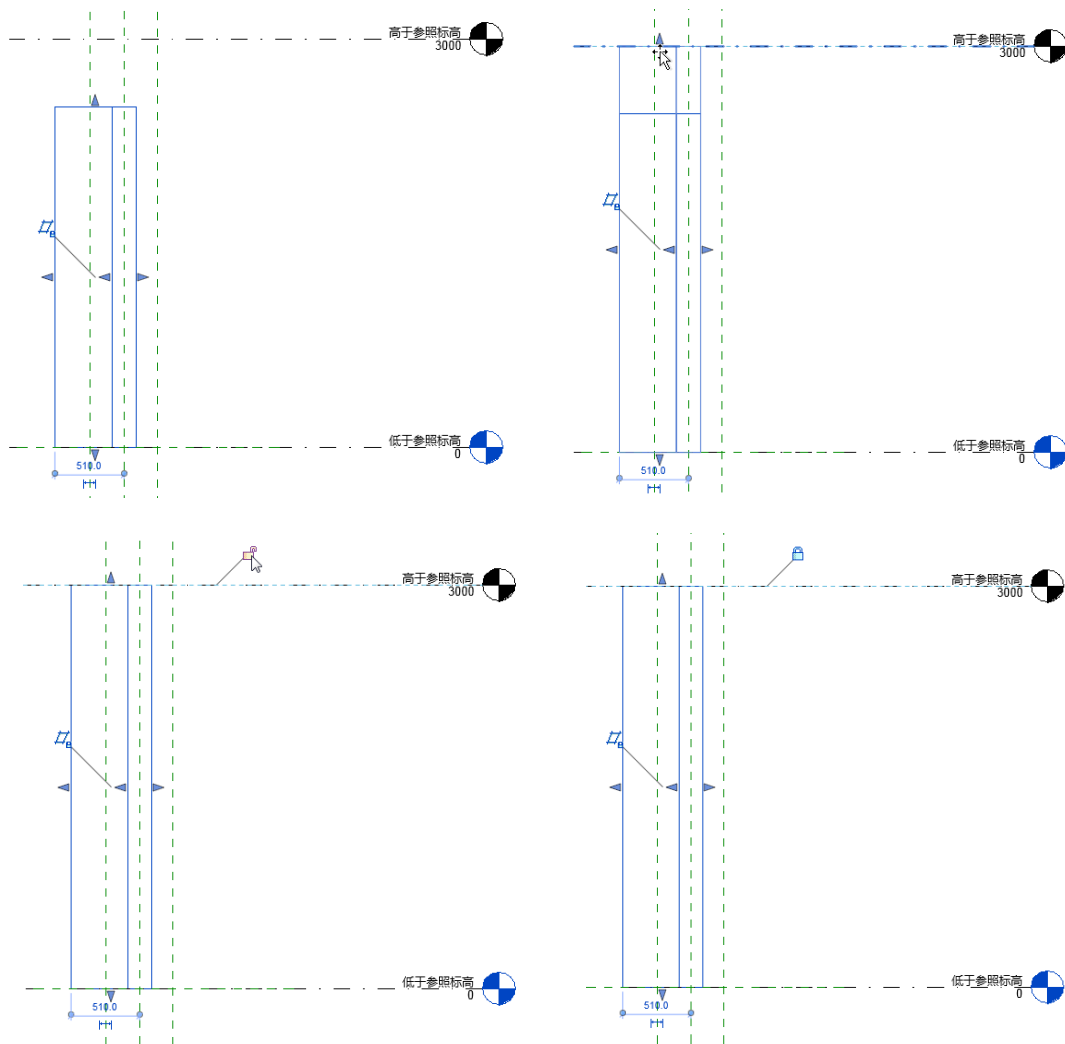

图 5-45 调整拉伸体的高度
(5) 选择拉伸体，并拖曳拉伸体的控制点，直到高于参照标高线，然后单击锁形图标，将拉伸体的高度与“高于参照标高”锁定，如图 5-45 所示。